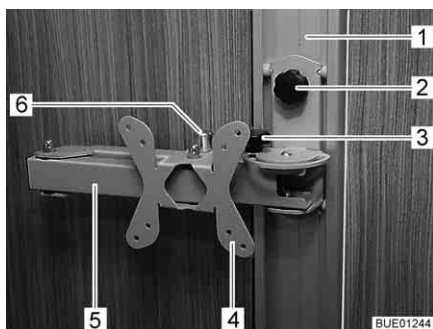

Bild 54 Fäste på skena
- Lossa vingskruven (Bild 54,2) och positionera fästet (Bild 54,4) i skenan (Bild 54,1) på önskad höjd.
- Lossa vingskruven (Bild 54,3).
- Dra i låsknappen (Bild 54,6). Den ledade armen (Bild 54,5) är upplåst.
- Drag åt vingskruven (Bild 54,3) igen.
- Vrid tillbaka den platta bildskärmen till utgångsläget, tills den ledade armen (Bild 54,5) hakar fast i låset (det hörs att den hakar fast).
- Lossa vingskruven (Bild 54,2), positionera fästet (Bild 54,4) i önskad höjd och dra fast vingskruven igen.